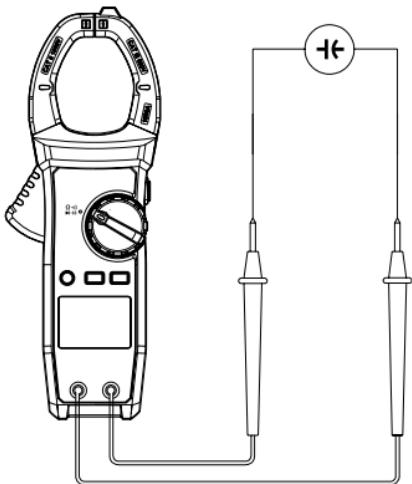

Рис.10. Измерение ёмкости
- 2) Установите переключатель в режим **•||**, нажмите SELECT для выбора режима измерения емкости **↔** (см. рис. 10).